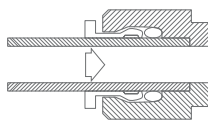

Figura 14.
9. Empuja fuerte y profundamente la manguera dentro del orificio. (ver Figura 14).